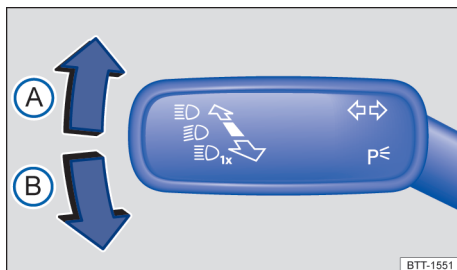

Fig. 86 No lado esquerdo da coluna de direção: alavanca dos indicadores de direção e do farol alto.
- Trazer a alavanca dos indicadores de direção e do farol alto → Fig. 86 da posição central para a seguinte posição: